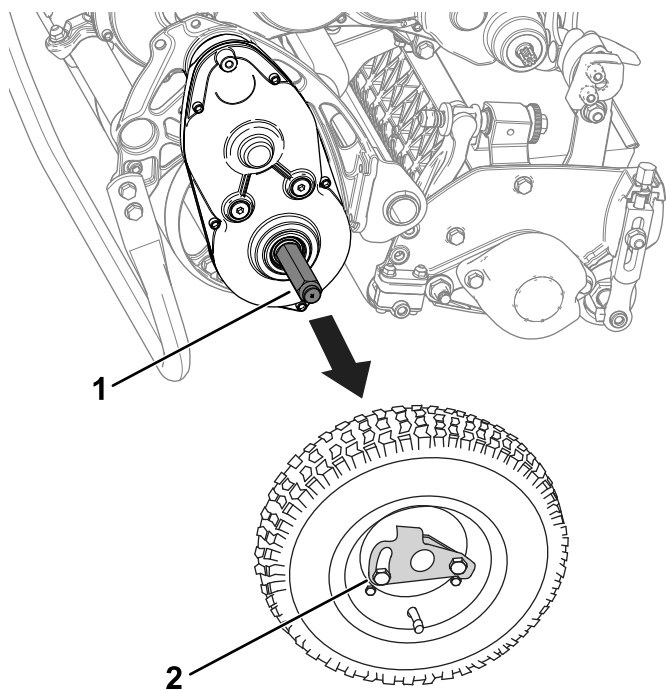

Figura 16
3. Remova as rodas de transporte empurrando os cliques de bloqueio da roda para fora dos eixos (Figura 16).